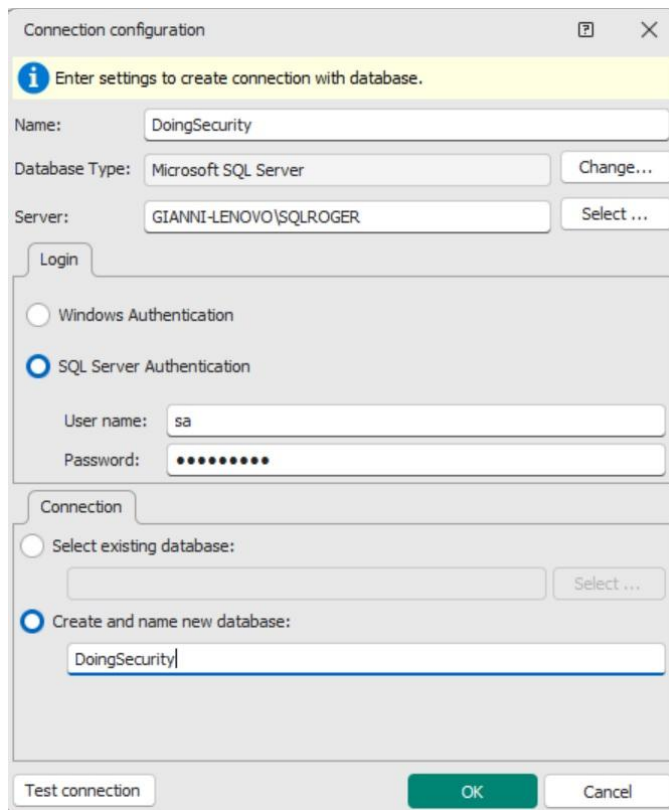

Fig. 2.7. VISO ST primo avvio
si ottiene la finestra mostrata nella Fig. 2.7.
Nella finestra di Fig. 2.7 si crea il Data-Base nell'istanza SQL Server selezionata. Si devono definire:
- Il nome del server, nome che è stato definito durante la creazione dell'istanza SQL Server (nell'esempio di Fig. 2.7 il nome del server è SQLROGER)
La connessione con il database necessita di indicare il nome del database, il nome del Server SQL e i parametri di autenticazione - vd. Fig. 2.7 per dettagli.